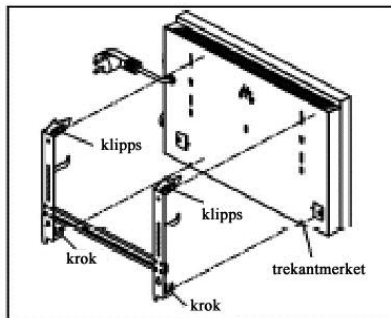

Fig. 3
- 3) Monter panelovnen på festerammen. Pass på at kroken på festerammen er korrekt plassert i forhold til mottaket på baksiden av panelovnen (merket med en trekant). Plasser oven slik at klipsene på festerammen passer til mottakene på baksiden av panelovnen. Klem på klipsene og press de inn i mottakene på panelovnen til de fester seg skikkelig. (fig.3).